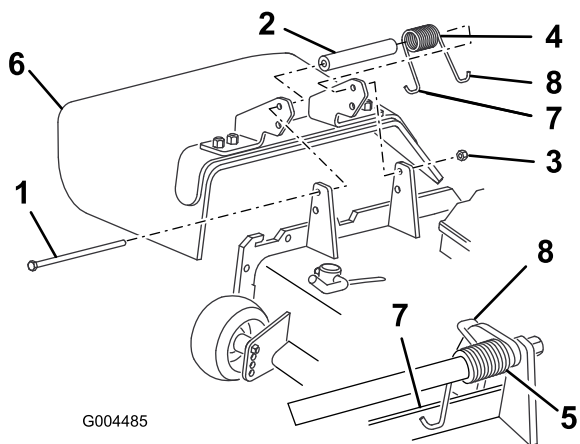

Figure 79
2. Retirez le contre-écrou, le boulon, le ressort et l'entretoise qui fixent le déflecteur aux supports de pivot (Figure 79). Enlevez le déflecteur s'il est endommagé ou usé.
- Placez une entretoise et un ressort entre les supports du déflecteur d'herbe de rechange (Figure 79). Accrochez l'extrémité en J gauche du ressort derrière le bord du plateau.
Remarque: Accrochez l'extrémité en J gauche du ressort derrière le bord du plateau avant de mettre le boulon en place, comme indiqué à la Figure 79.
- Remettez le boulon et l'écrou. Accrochez l'extrémité en J droite du ressort au déflecteur d'herbe (Figure 79).